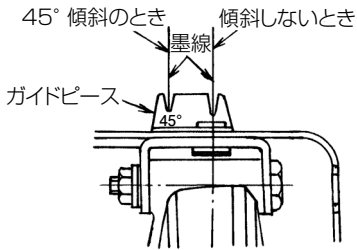

図 10 (上から見た図です)
(1) 材料の上に本体 (ベース) をのせ、墨線とこの刃とはベース前部のガイドピースで合わせます。(図 10、11、12)
(2) この刃が材料に触れない状態でスイッチを入れます。そのまま本機をゆっくり前方に進め、切り終るまでこの状態を保つようにしてください。